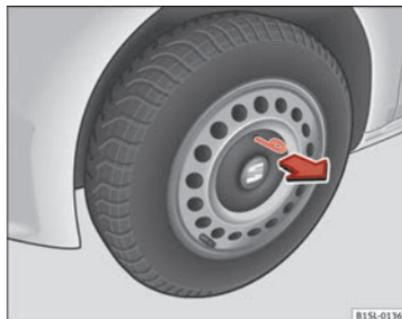

Fig. 140 Retire el tapacubos de la llanta de acero.
- Para desmontarlo, tome el gancho de alambre de las herramientas de bordo y engánchelo al borde del embellecedor ⇒ fig. 140.